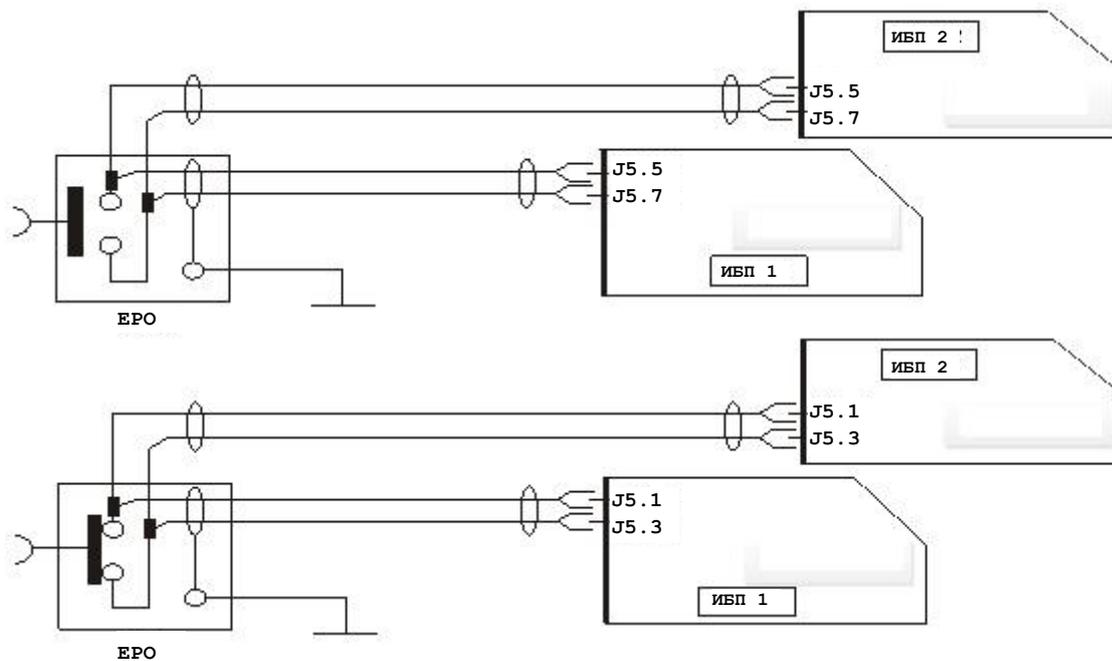

Рисунок 8-3. Схема подключения цепи удаленного аварийного отключения
Помимо выключателя аварийного отключения на панели управления каждого отдельного блока, позволяющего отключить конкретный блок независимо от других, система параллельных ИБП также поддерживает функцию удаленного аварийного отключения, которая позволяет дистанционно отключить все блоки одновременно. Подключение дистанционного выключателя аварийного отключения показано на рис. 8-3.
**Примечание:** на рис. 8-3 справа показан способ подключения нормально разомкнутого выключателя аварийного отключения, а слева — способ подключения нормально замкнутого выключателя аварийного отключения.